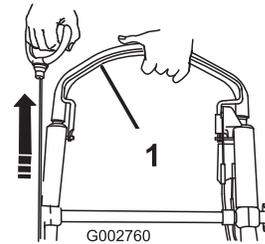

Figure 24
2. Maintenez la barre de commande de la lame contre le guidon et tirez sur la poignée du lanceur (Figure 24).